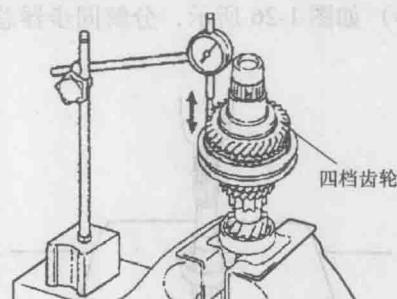

图 1-20 检测四档齿轮轴向间隙
20) 检测四档齿轮轴向间隙, 标准值为 $0.1 \sim 0.55\text{mm}$, 如图 1-20 所示。